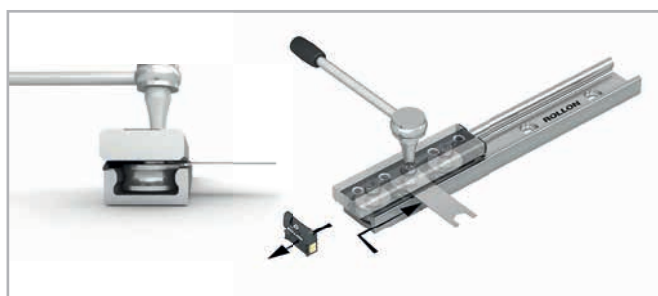

Fig. 60
- (5) Coloque el cursor en uno de los extremos de la guía para simplificar la inserción de la llave plana.
- (6) Introduzca la llave plana suministrada en el lateral, entre la guía y el cursor. Procure introducirla desde el extremo del cursor, deslizándola por debajo del sellado lateral hasta llegar al rodamiento (Fig. 60). Coloque la llave plana en el hexágono del perno giratorio.
- (7) Gire la llave de ajuste plana en el sentido de las agujas del reloj para que el perno a ajustar entre en contacto con la pista de rodadura opuesta a la de los pernos giratorios fijos ajustados en fábrica, reduciendo así la holgura del cursor a cero. Evite aplicar una precarga elevada, lo que podría causar un desgaste mucho mayor y reducir su vida útil.
- (8) Mientras sujeta el perno giratorio en la posición correcta con la llave de ajuste plana, apriete el tornillo de fijación para asegurarse de que el perno quede bloqueado en su posición. El par de apriete se aplicará posteriormente.
- (9) Mueva el cursor en la guía y controle la precarga a lo largo de toda la longitud de la guía. El movimiento debe ser suave. Si se observa alguna oscilación/holgura o una fuerza excesiva, repita la operación de ajuste. La precarga se optimiza cuando el cursor se desliza suavemente y sin holgura.
- (10) Para cursores con más de 3 rodamientos giratorios, repita este procedimiento con cada rodamiento a ajustar. Asegúrese de que todos los rodamientos tienen un contacto uniforme con las pistas de rodadura de la guía.
- (11) Manteniendo la posición angular del perno con la llave plana, apriete el tornillo de fijación del rodamiento ajustado con una llave dinamométrica. El par de apriete prescrito se muestra en la tabla 28.
- (12) Reinstale los rascadores.